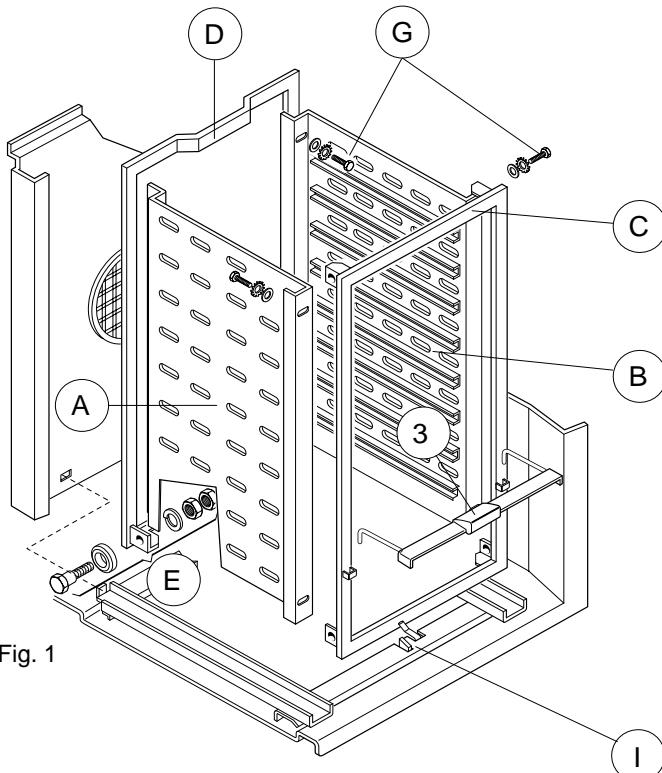

Fig. 1
3- Maniglia per la movimentazione struttura carrellata (fig.1).
1.1 Kit for sliding pan holder unit (figs. 1 - 2)
3 - Handle for moving the unit with runners (fig. 1).